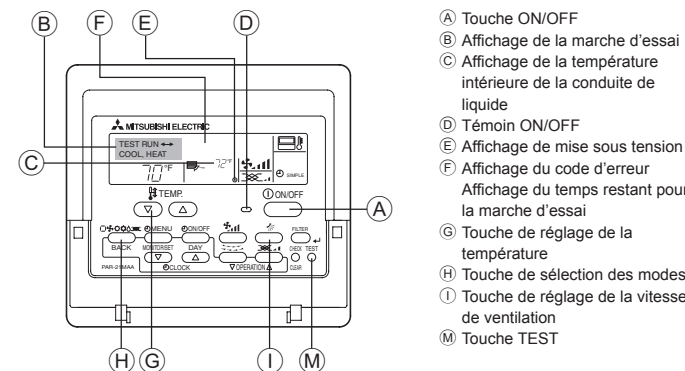

Fig. 7-1
7.2.1. Utilisation de la télécommande filaire (Fig. 7-1)
- ① Mettre l'appareil sous tension au moins douze heures avant l'essai de fonctionnement.
- ② Appuyer deux fois sur la touche [TEST] (ESSAI). ➡ Affichage à cristaux liquides "TEST RUN" (ESSAI DE FONCTIONNEMENT)
- ③ Appuyer sur la touche [Mode selection] (Sélection Mode). ➡ Vérifier si la soufflerie fonctionne.
- ④ Appuyer sur la touche [Mode selection] (Sélection Mode) et passer en mode refroidissement (ou chauffage). ➡ Vérifier si la soufflerie souffle de l'air froid (ou chaud).
- ⑤ Appuyer sur la touche [Fan speed] (Vitesse soufflerie). ➡ Vérifier si la vitesse de la soufflerie change.
- ⑥ Vérifier le bon fonctionnement du ventilateur de l'appareil extérieur.
- ⑦ Arrêter l'essai de fonctionnement en appuyant sur la touche [ON/OFF] (Marche/ Arrêt). ➡ Arrêt
- ⑧ Enregistrez un numéro de téléphone.